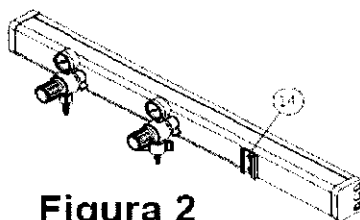
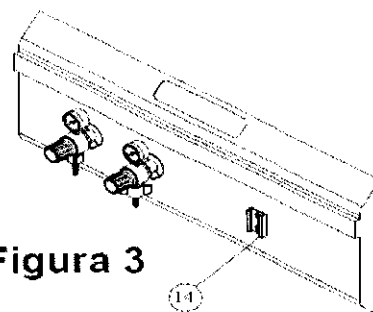

Figura 2
Figura 3
Montaje sobre un soporte de accesorios fijo (14) (INCLUIDO), que por lo general viene fijado al ducto de gases (Figura 2) o al panel médico de cabecera (Figura 3).